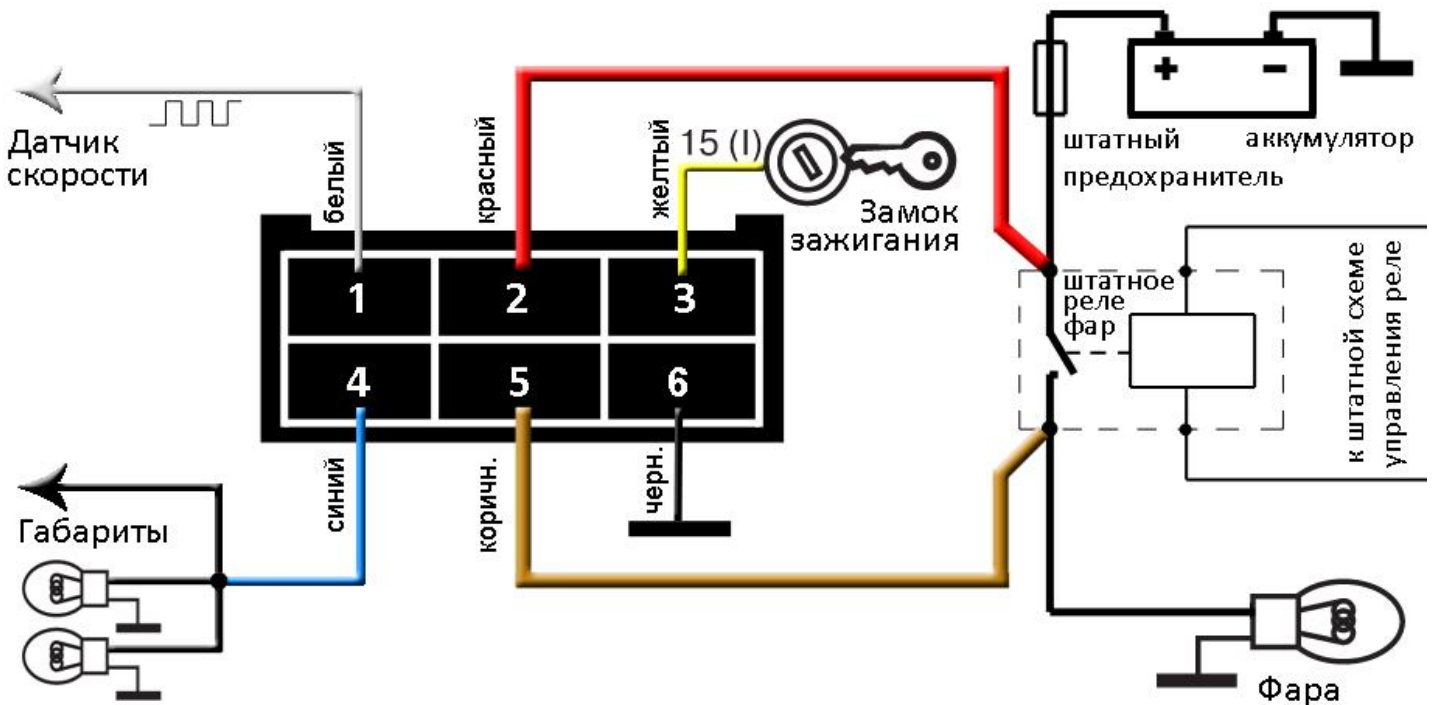

Рисунок 1
2. **Питание силовой части 12V** (красный провод сечением 1мм²). Подключается к проводу, в непосредственной близости от контакта штатного реле включения света, который подключен к напряжению питания – плюсовой клемме аккумулятора (см. рис.1).
5. **Дальний свет** (коричневый провод сечением 1мм²). Подключается к проводу, подключенному к контакту штатного реле включения света лампам дальнего света, который подключен к лампам фары (см. рис.1). Точка подключения должна быть как можно ближе к реле.